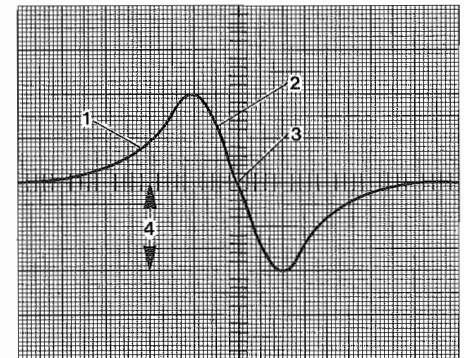

Fig. 13 - Oscillogramma nominale per distributore di accensione da 8 cilindri con trasduttore da 3,9 KΩ
- Andamento: a polarità giusta, la semionda positiva inizia con una salita piatta e dopo il punto massimo cade ripida nel passaggio per zero (**Fig. 13**).
- Trend: at correct polarity, positive half-wave starts with a flat ascent. After max point rapidly falls through point zero (**Fig. 13**).